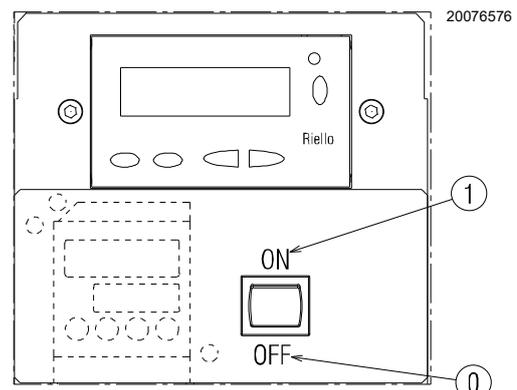

Abb. 30
Schließen Sie die Thermostate/Druckwächter und bringen Sie den Schalter auf Abb. 30 in die Position „1/ON“.
- den Schalter in Abb. 30 auf die Position „0/OFF“ stellen und warten, bis sich die Flammensteuerung ausschaltet;